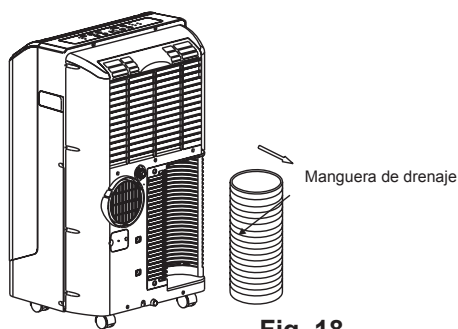

Fig. 18
- La primera vez que utilice la máquina, extraiga la manguera de drenaje como se muestra en la Fig. 18.